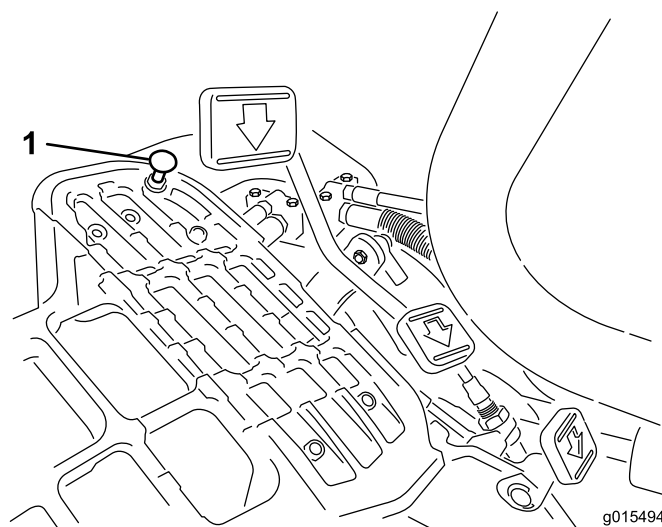

図 50
モードレバーを「移動走行」位置にセットし、ペダルを一杯に踏み込めば最高速度となります。ケーブルに張力が掛かる前にペダルがストップ (図 50) に当たる場合には調整が必要です。
1. モード・レバーを「移動走行」位置にセットし、ペダルストップを固定しているロックナットをゆるめる (図 50)。